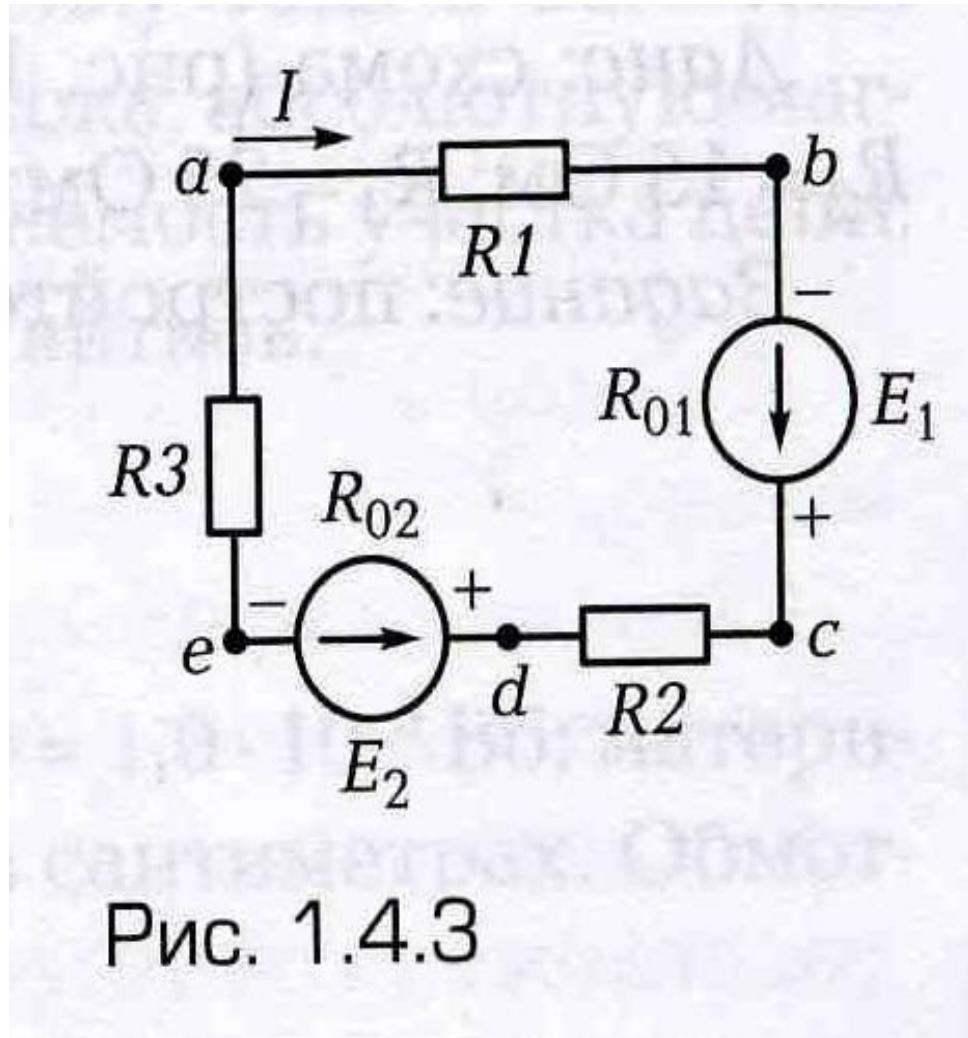

Рис. 1.4.3
Дано: схема (рис. 1.4.3); $\varphi_a = 0$ (B); $E_1 = 50$ В; $E_2 = 25$ В; $R_1 = 3$ Ом; $R_2 = 3$ Ом; $R_3 = 6$ Ом; $R_{01} = 0$; $R_{02} = 1$ Ом.